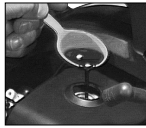

Fig. 9
8. Remplissez la chambre d'explosion d'une cuillère à café d'huile pour moteur 2 temps (fig. 9). Tirez lentement la corde du démarreur plusieurs fois pour répartir l'huile à l'intérieur du moteur. Remontez la bougie d'allumage.